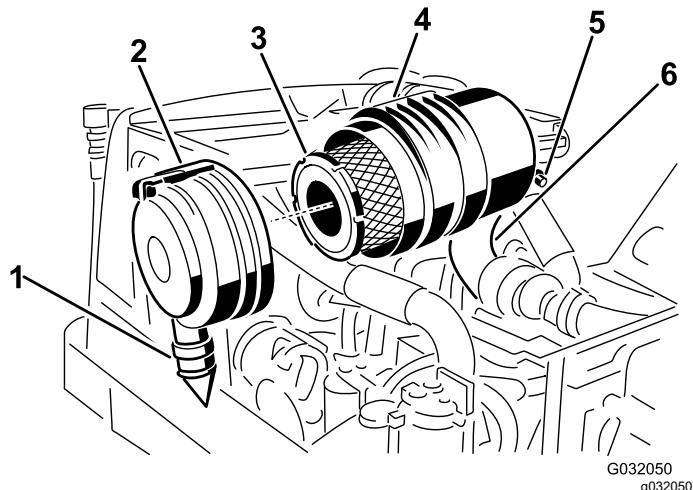

Figura 44
3. Substitua o filtro principal (Figura 44).
2. Retire o filtro principal (Figura 44).
entre cerca das 5h00 a 7h00 quando vista da extremidade, e prenda o trinco (Figura 44).